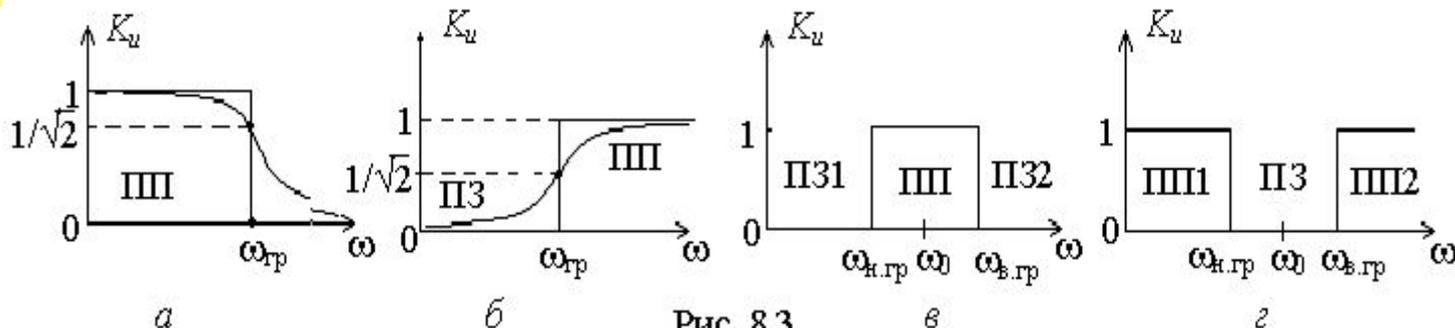

Рис. 8.3
- на фильтры низких частот (ФНЧ). Их АЧХ  $K_u$  приведена на рис. 8.3, а. АЧХ идеального фильтра имеет прямоугольный характер, у реального нет четкой границы между полосой пропускания и полосой заграждения.
- Фильтры высоких частот (ФВЧ). рис. 8.3, б ;
- Полосно-пропускающие фильтры (ППФ) рис. 8.3, в ;
- Полосно-заграждающие фильтры (ППЗ) рис. 8.3, г.